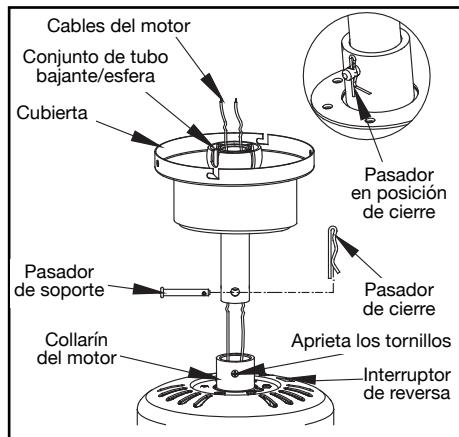

Figura 6
3. Inserta los cables que salen por la parte superior del motor del ventilador, a través de la cubierta decorativa del collarín del motor y enseguida por el aro de la cubierta. Asegúrate de que las ranuras queden en la parte superior. Inserta los cables a través de la cubierta y enseguida a través del conjunto del tubo bajante y esfera. (Figura 6)
5. Alinea los orificios en la parte inferior del tubo bajante con aquellos del collarín en la parte superior de la carcasa de motor. (Figura 6)
6. Inserta cuidadosamente el pasador de soporte a través de los orificios del collarín y del tubo bajante. Ten cuidado de no apretarlo contra el cableado dentro del tubo bajante. Inserta el pasador de cierre en el orificio cercano al extremo del pasador de soporte hasta que quede encajado en la posición de cierre, como se muestra en el círculo de la Figura 6.
Este ventilador se envía de fábrica con el interruptor de reversa en posición de circular el aire hacia abajo. Si deseas flujo de aire en sentido contrario, apaga el ventilador y espera a que las aspas se detengan. Luego desliza el interruptor de reversa (ubicado en la parte superior de la carcasa del motor; consulta la figura 6 en la página 4) a la posición opuesta y vuelve a encender el ventilador. Las aspas del ventilador girarán en sentido contrario e invertirán el flujo del aire.